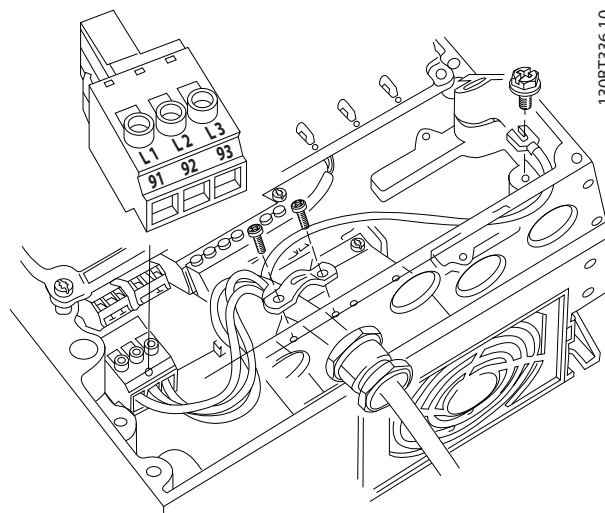

图 2.12 连接到交流主电源
- 将三相交流输入功率线路连接至端子 L1、L2、L3 (请参阅图 2.12)。